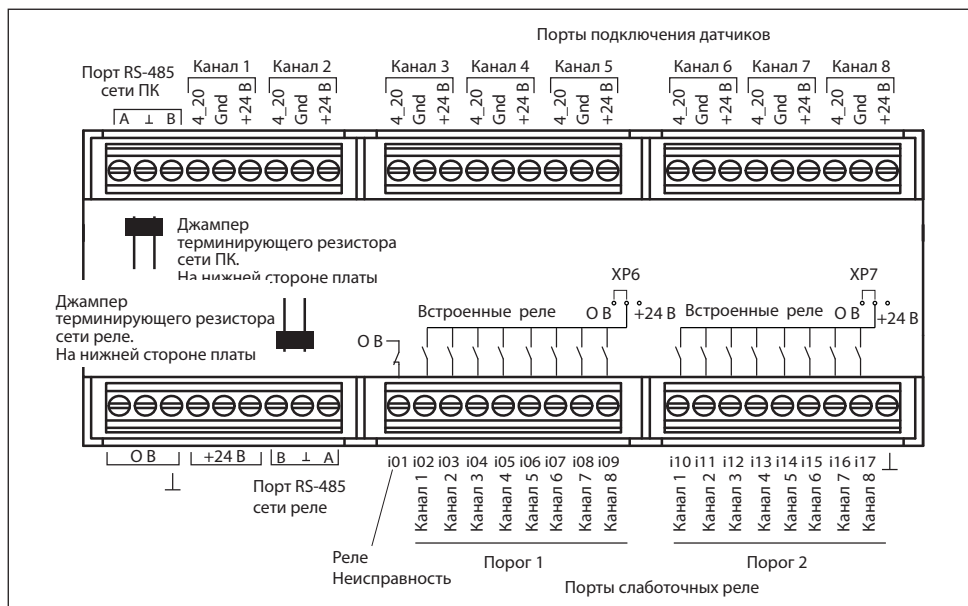

Рис.5. Расположение портов подключения и джамперов терминирующих резисторов контроллера
3. Подключите сетевые кабели к соответствующим портам контроллера (рис.5, 6).
6. В случае, когда контроллер располагается на конце длинной линии связи, необходимо подключить встроенный терминирующий резистор (120 Ом). Для этого перед монтажом контроллера снимите нижнюю крышку и установите джамперы на коннекторы для соответствующего порта RS-485 (см. рис.5). Необходимость включения терминирующего резистора полностью зависит от топологии вашей сети RS-485.